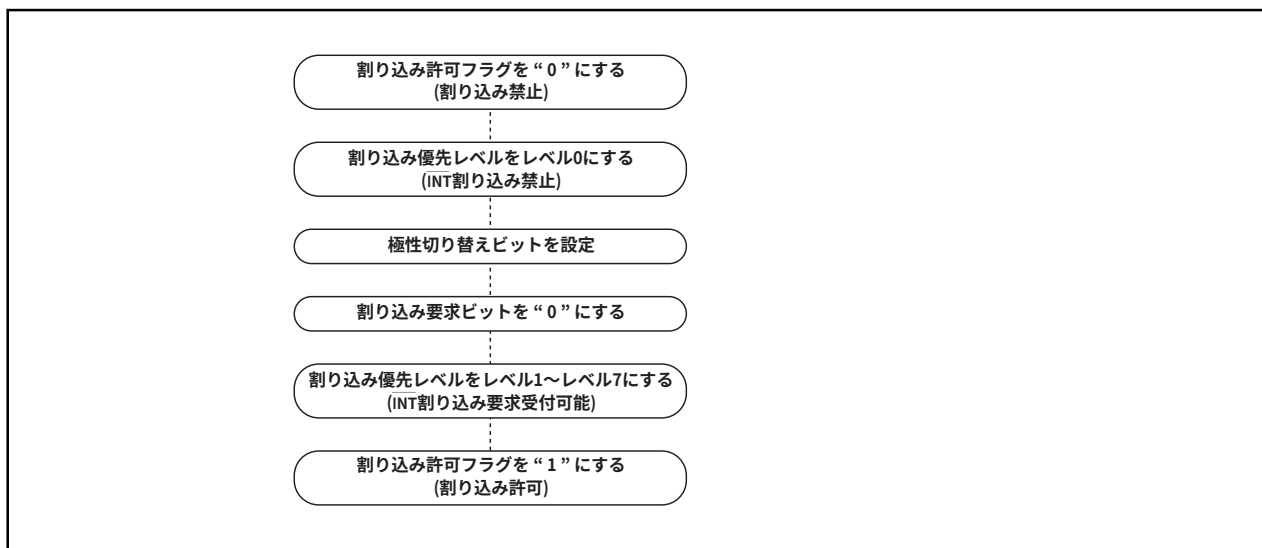

図1.14.13. INT割り込み発生要因の切り替え
(4) 外部割り込み
- $\overline{\text{INT0}} \sim \overline{\text{INT5}}$ 端子の極性を切り替えるときに割り込み要求ビットが“1”になることがあります。切り替えを行った後、割り込み要求ビットを“0”にしてください。 $\overline{\text{INT}}$ 割り込み発生要因の切り替え手順例を図1.14.13に示します。